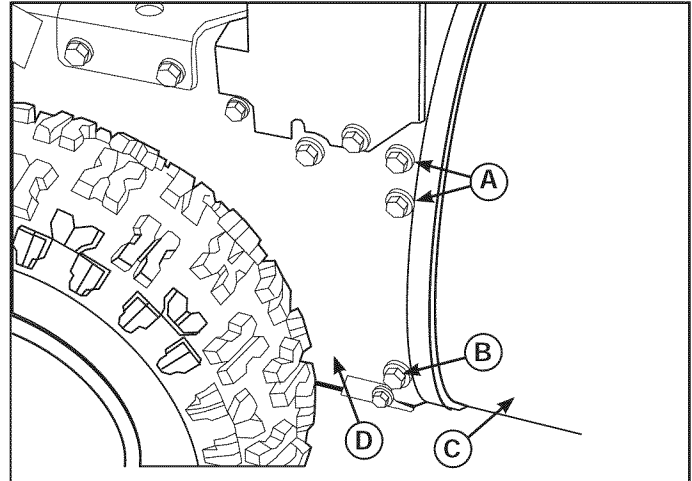

Figura 47. Cubierta del eje y la estructura
10. Quite los cuatro tornillos superiores (A, Figura 47) que unen la carcasa del tornillo sinfín (C) y la estructura (D). Afloje los dos tornillos inferiores de la tapa (B). La carcasa del tornillo sinfín (C) y la estructura (D) se pueden separar ahora para quitar la correa.
13. Montar la carcasa del tornillo sinfín (C, Figura 47) a la estructura con los cuatro tornillos de la cubierta superior (A) que se quitaron en el Paso 10. Ajuste los 2 tornillos inferiores de la cubierta (B).